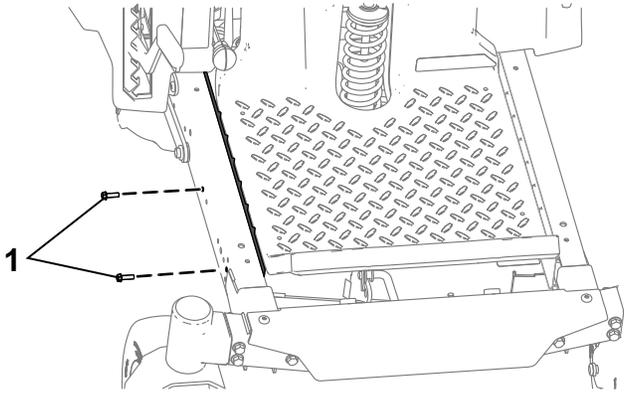
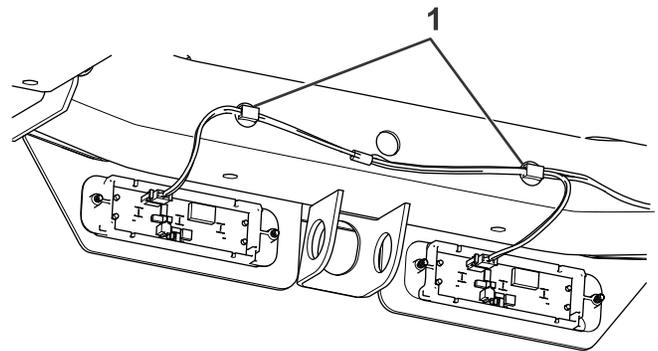

**Figura 4**
**Figura 6**
- Sujete las luces LED desde la parte trasera de la placa de montaje usando 4 pernos (M4), como se muestra en la Figura 4.
- Si tiene una máquina sin MyRide, continúe con el paso 5. Si tiene una máquina con MyRide, retire los 2 pernos que sujetan el raíl de protección (Figura 6 y Figura 6).
7. Si tiene una máquina sin MyRide, sujete el arnés de cables al larguero del bastidor con 2 bridas, y sujete el arnés de cables del kit al arnés de cables de la máquina usando la otra brida (Figura 10). Si tiene una máquina con MyRide, instale el raíl de protección que retiró anteriormente usando los pernos que retiró anteriormente (Figura 6 y Figura 4).